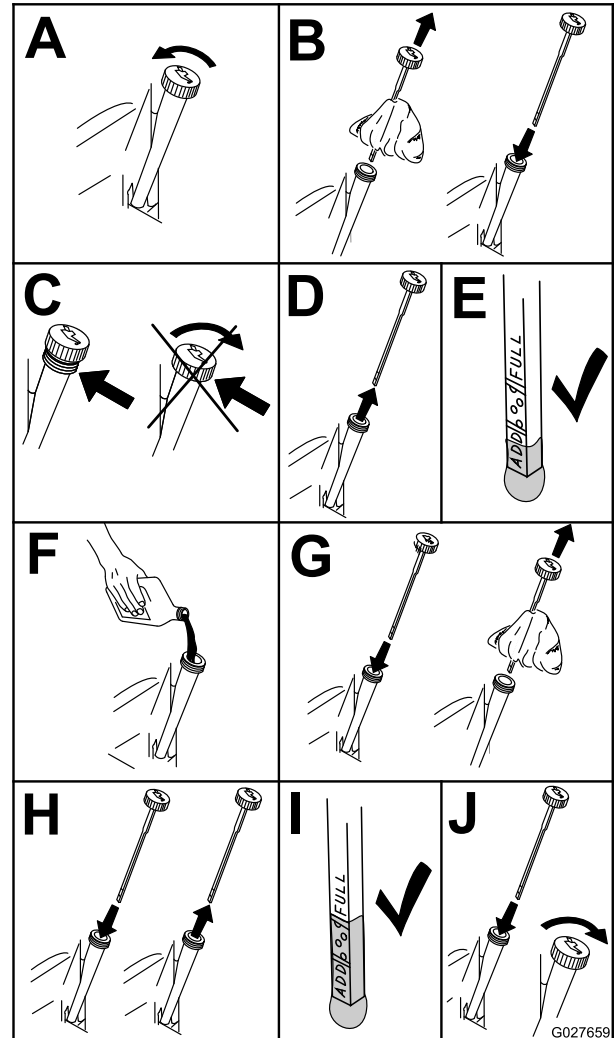

Figura 50
2. Pare el motor, retire la llave y espere a que se detengan todas las piezas en movimiento antes de abandonar el puesto del operador (Figura 50).